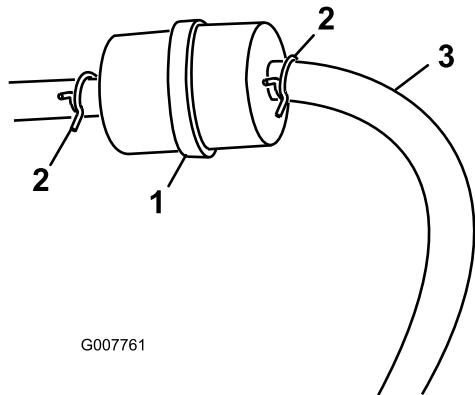

Bild 24
3. Drücken Sie die Enden der Schlauchklemmen zusammen und schieben Sie sie vom Filter weg (Bild 24).
5. Setzen Sie einen neuen Filter ein und schieben Sie die Schlauchklemmen an den Filter heran (Bild 24).
3. Lockern Sie die Schlauchklemme am Kraftstofffilter und schieben Sie sie an der Kraftstoffleitung weg vom Kraftstofffilter (Bild 24).
4. Schließen Sie die Kraftstoffleitung vom Kraftstofffilter ab (Bild 24).
- Hinweis:** Lassen Sie das Benzin in einen Benzinkanister oder eine Auffangwanne ablaufen (Bild 24).
5. Bringen Sie die Kraftstoffleitung am -filter an. Schieben Sie die Schlauchklemme ganz an den Kraftstofffilter heran, um die Kraftstoffleitung zu befestigen (Bild 24).